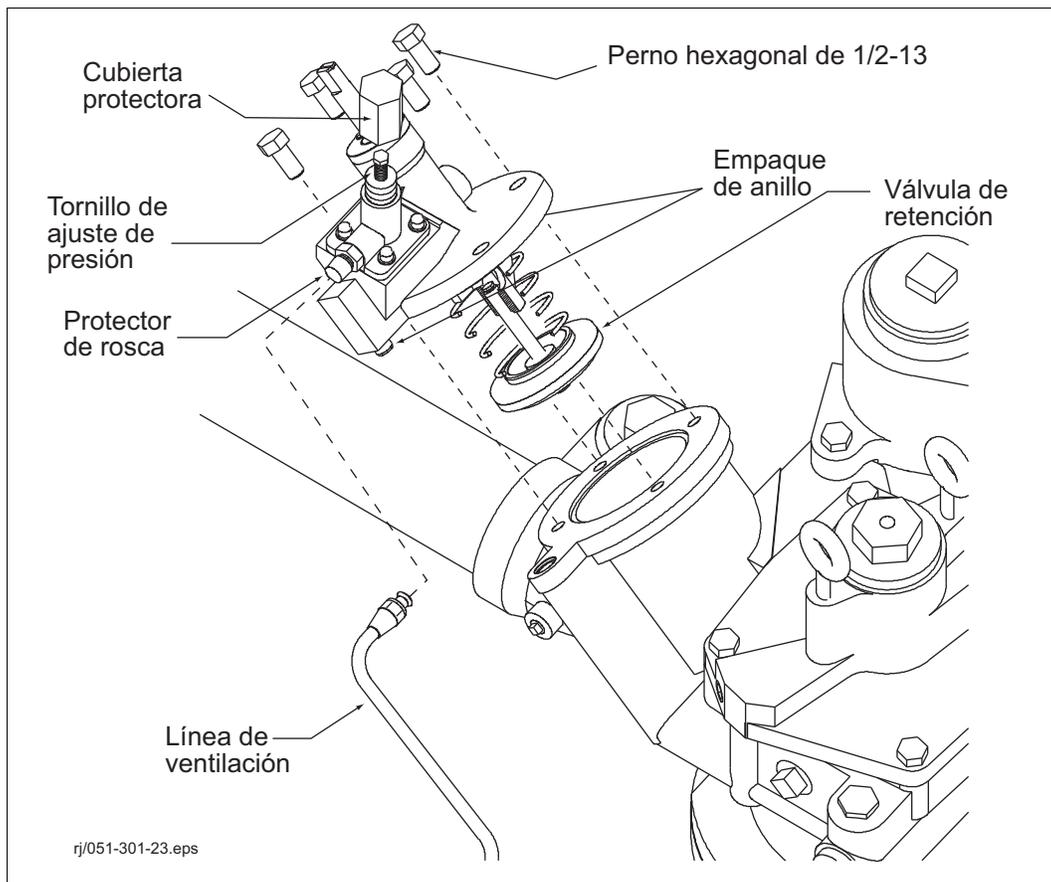

Figura 16. Ensamble de la válvula de retención Maxxum®
1. Alivie la presión del sistema al retirar la cubierta de protección y luego mover el tornillo de ajuste de presión hacia atrás (vea la Figura 16).